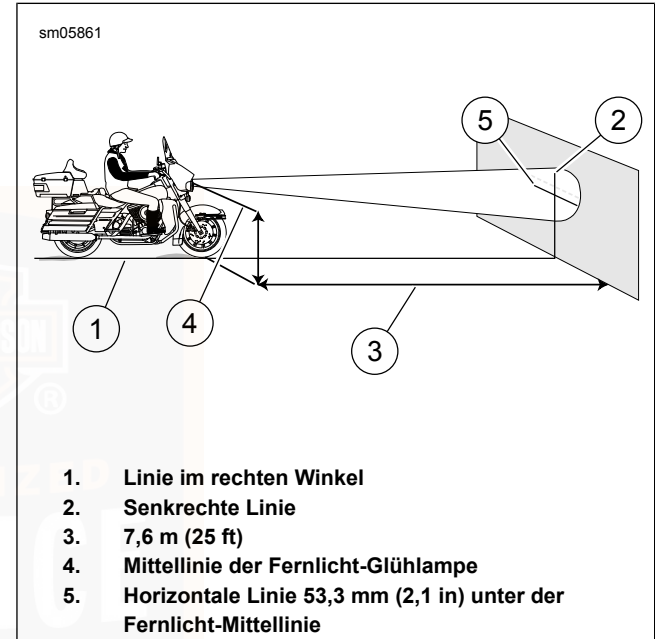

Abbildung 89. Scheinwerferausrichtung: Typ Quarz-Halogen
4. Siehe Abbildung 89. Das Motorrad auf einer Linie (1) im rechten Winkel zur Wand parken.
6. Eine senkrechte, auf Linie (1) ausgerichtete Mittellinie (2) an der Wand anzeichnen.
7. Bei beladenem Motorrad das Vorderrad gerade nach vorne auf die Wand ausrichten. Den Abstand (4) vom Boden zur Mittellinie der Glühlampe messen:
8. Durch die vertikale Linie eine horizontale Linie (5) ziehen.
- a. **Quarz-Halogen:** Siehe Abbildung 89. 53,3 mm (2.1 in) niedriger als die gemessene Entfernung.
- c. **LED, rahmenmontierte Verkleidung:** Siehe Abbildung 89. 53,3 mm (2.1 in) niedriger als die gemessene Entfernung.
- a. **Quarz-Halogen:** Siehe Abbildung 89 . Mit dem Scheinwerfer auf **Fernlicht** geschaltet ist der Brennpunkt des Leuchtmittels auf der Markierung zentriert.